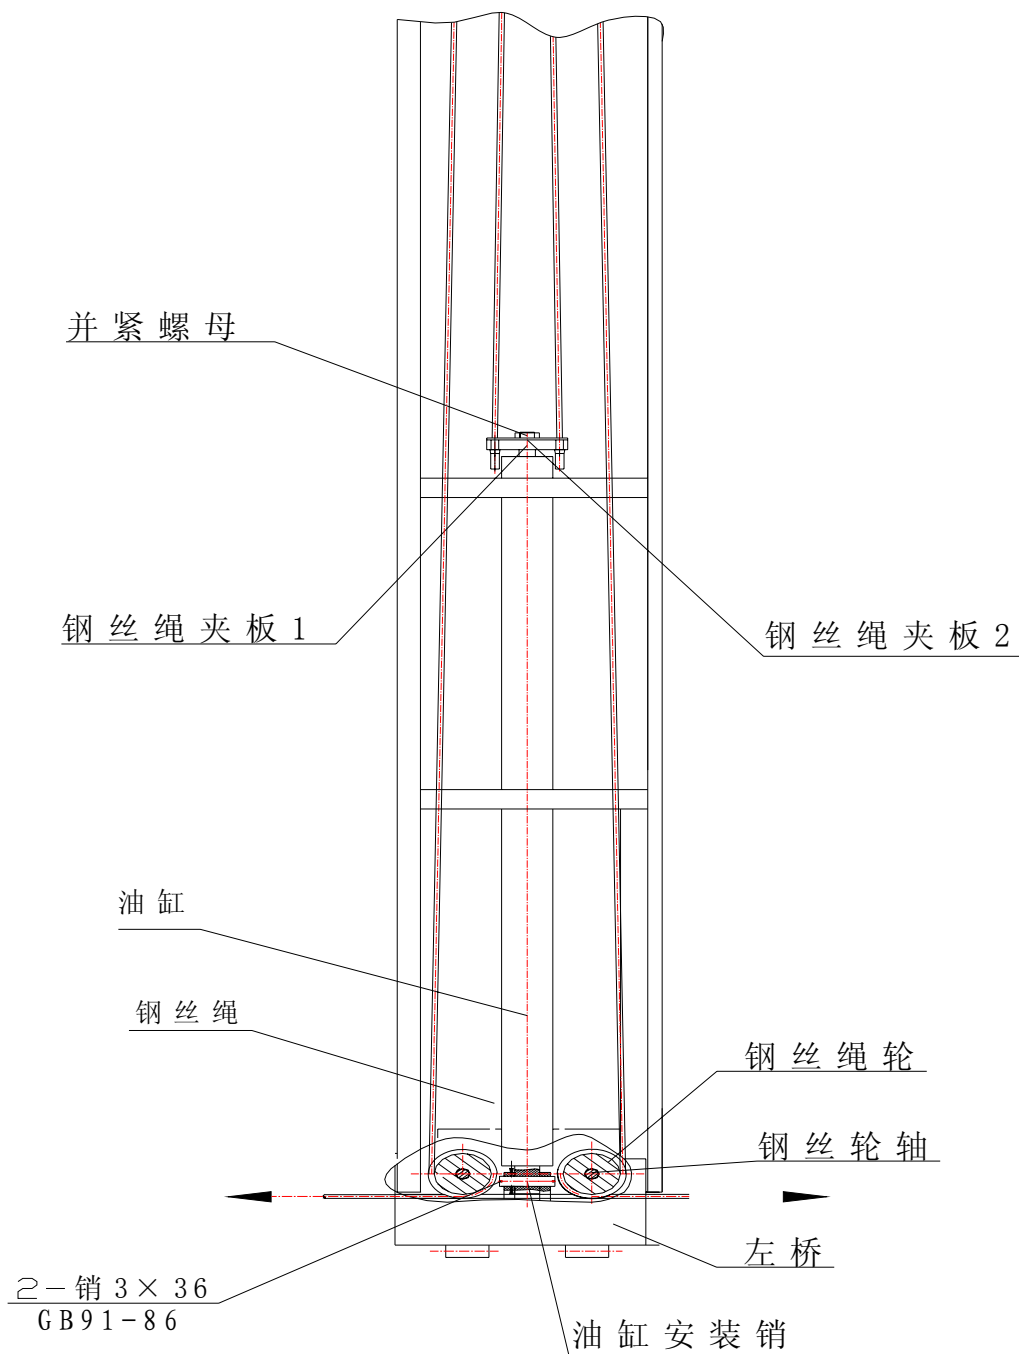

图 3
- 检查液压缸与左桥前面板间的连接是否正常，并紧螺母和油缸的连接是否松动，脱落。见图 3。